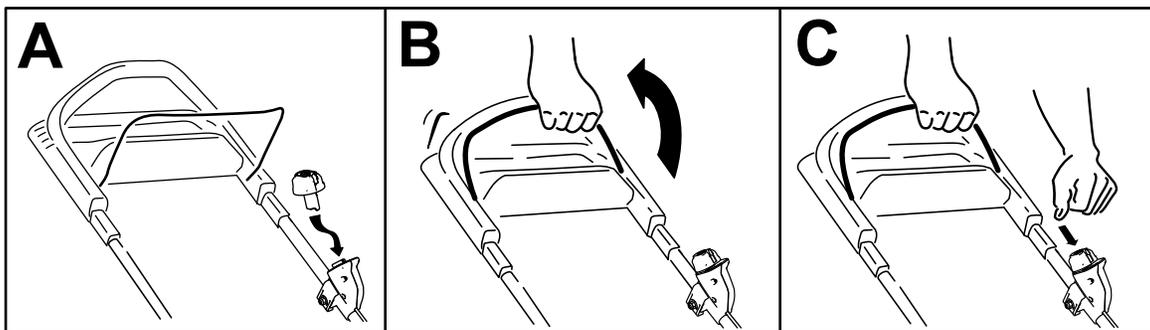

Figura 12
2. Insira o botão de arranque elétrico no interruptor do arrancador elétrico (A de Figura 12).
3. Insira a barra de controlo da lâmina e segure-a contra a pega (B de Figura 12).
4. Pressione o botão de arranque elétrico e mantenha-o pressionado até que o motor arranque (C de Figura 12).